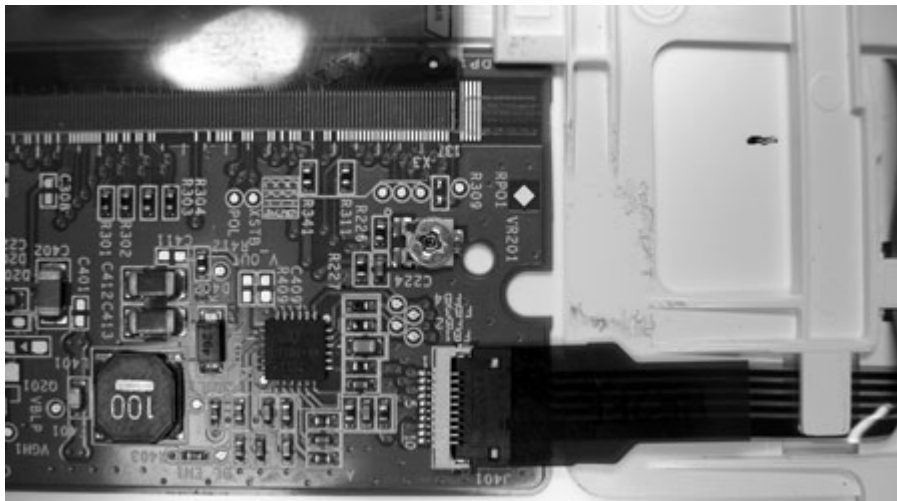

Рис. 1
- лінійка світлодіодів підключається до плати TCON, тобто до плати LCD панелі (рис. 1).